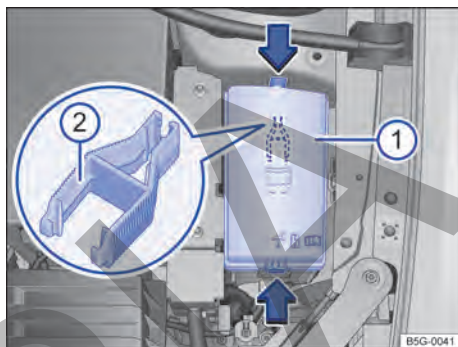

Fig. 173 En el compartimiento del motor: cubierta ① de la caja de fusibles con pinza de plástico ②.
- Presionar las trabas en el sentido de la flecha → **fig. 173** ①, para desbloquear la cubierta de la caja de fusibles.
En el lado interno de la cubierta de la caja de fusibles en el compartimiento del motor puede haber una pinza de plástico → **fig. 173** ② para retirar los fusibles.